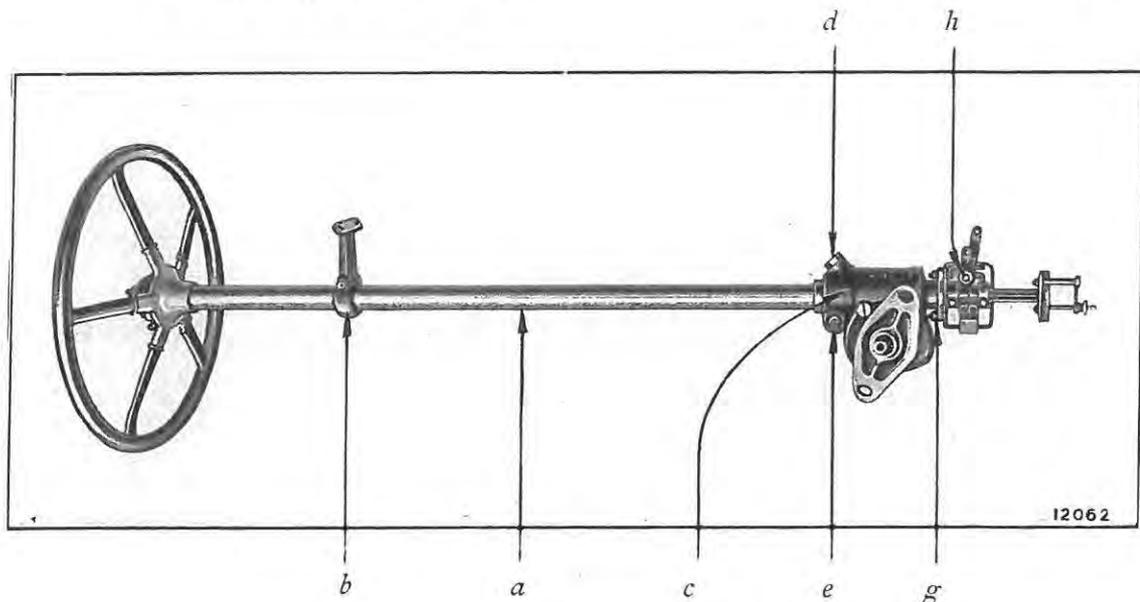

Fig. 74. — Remontage de la direction.
B. REMONTAGE DE LA DIRECTION (FIG. 74)